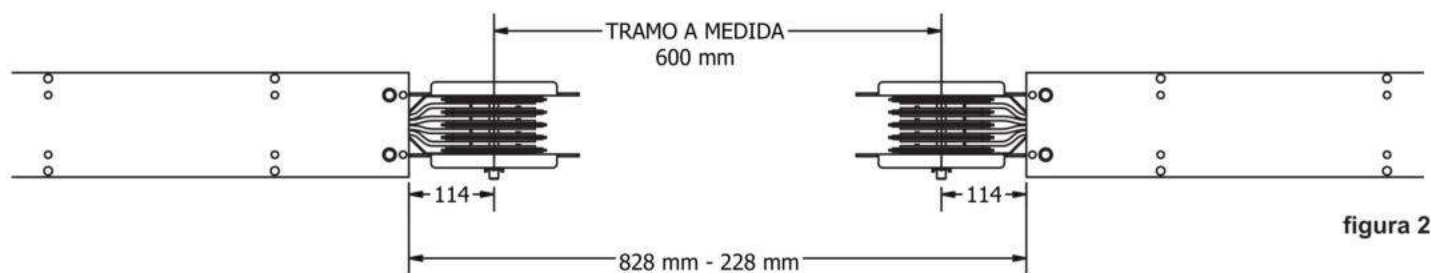

figura 2
- Ese resultado será la medida real de ajuste (véase figura 2)